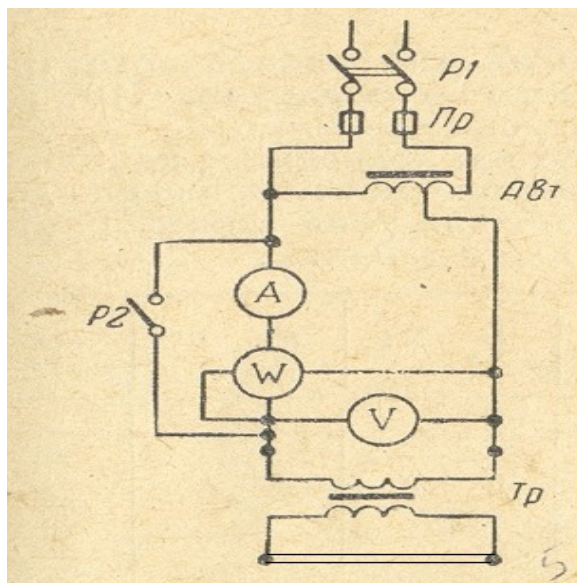

Рис. 4:
Для выявления характеристик «короткого замыкания» проводится опыт «короткого замыкания» по схеме приведенной на рис.4.
Опыт короткого замыкания проводится по схеме, приведенный на рис. 4. При проведении опыта короткого замыкания, для регулирования напряжения используется однофазный автотрансформатор.
1. Перед включением трансформатора в сеть необходимо с помощью автотрансформатора Ат (рис.4) понизить подводимое напряжение до величины